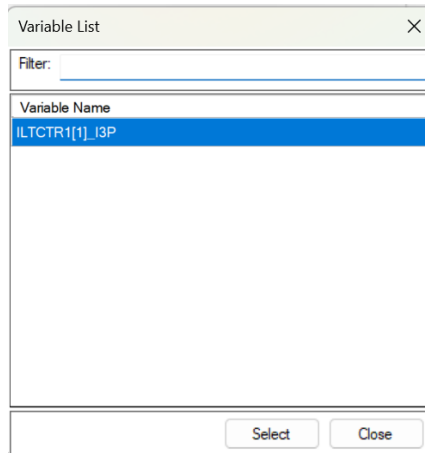

Imagen 221_ Variable existente a conectar al bloque "PHHPTOC1".
4.1.13 Nos abre la siguiente ventana donde vamos a seleccionar la opción de “ILTCTRI[1]_I3P” como se observa en la **Imagen 221**.